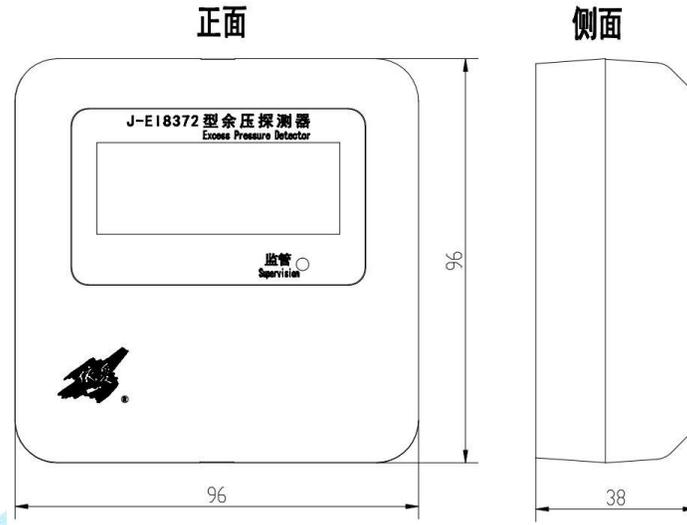

图1 余压探测器外形示意图
1. 余压探测器外形采用直插拆卸式设计，方便现场调试维护；全扣合式结构。如图1所示：